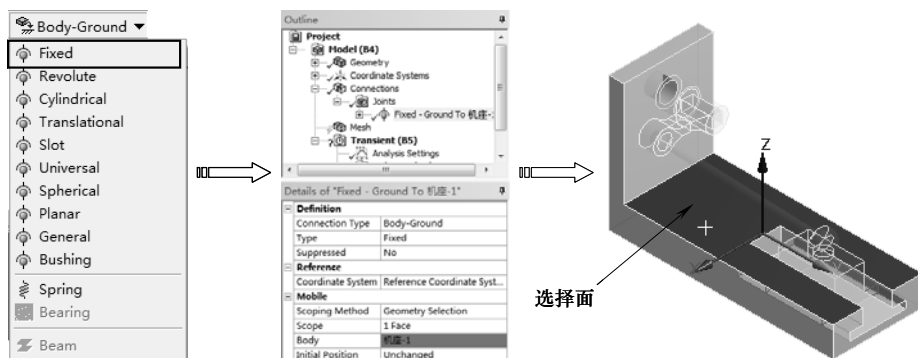

图 10-20 固定
3) 在窗口左侧【Outline (分析树)】中选中【Connections】节点, 单击【Connections】工具栏上的【Body Ground】|【Fixed】命令, 分析树中增加【Fix-Ground To No Selection】节点。选择如图 10-20 所示的表面, 单击详细设置窗口中的【Mobile】列表中【Body】下的【Apply】按钮完成, 如图 10-20 所示。